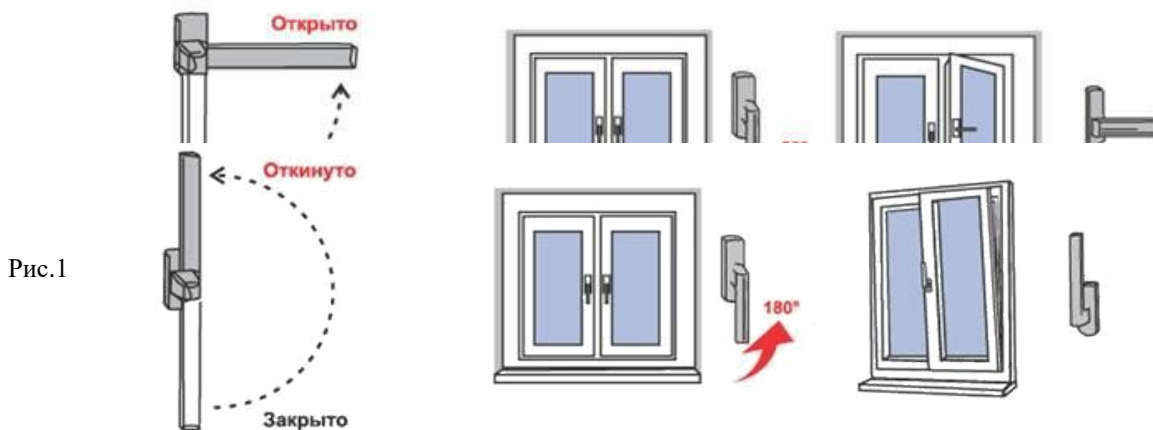

Рис.1
**2. Чтобы открыть (распахнуть) створку окна, ручку поворачивают на 90 градусов в горизонтальное положение (положение «Открыто» на Рис. 1). При повороте ручки закрытую створку слегка прижимают к раме другой рукой (чуть выше ручки). Затем, потянув за ручку, створку распахивают (**сплошной режим - поворотное открывание**).**